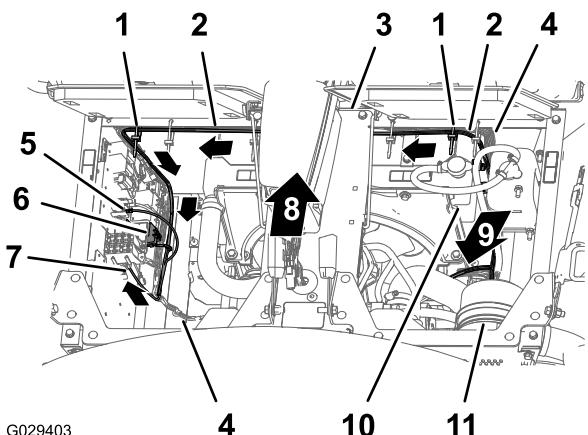

图11
3. 沿着散热器的左侧，向下安装线束的197cm 发动机舱支管，穿过配电板的底部（图11）。
4. 如 图11 所示, 用 2 个扎带将修整组件的线束固定到机器线束上。